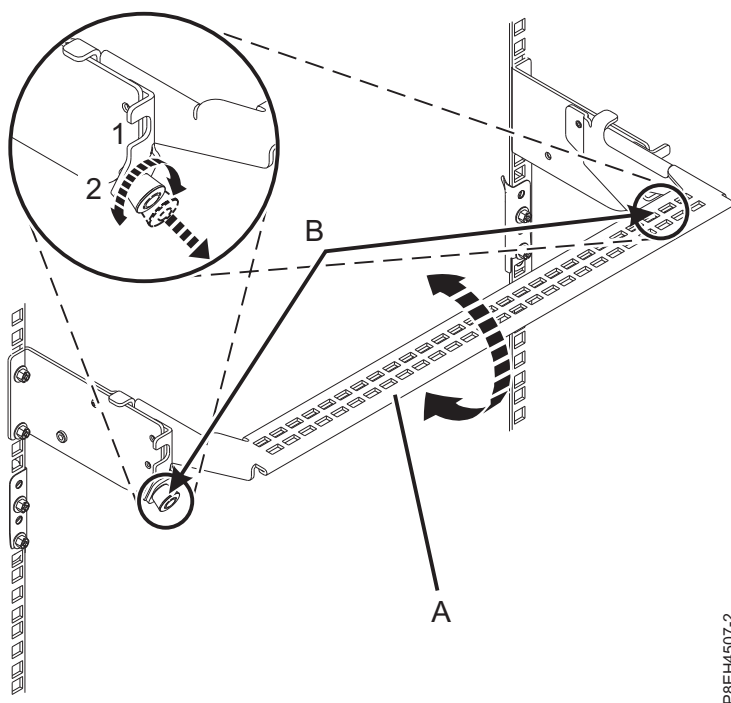

Figura 61. Colocación de la abrazadera portacables en la posición de servicio
6. En la parte posterior del cajón de expansión PCIe3, coloque la abrazadera portacables en la posición de servicio. Consulte Figura 61 en la página 59.